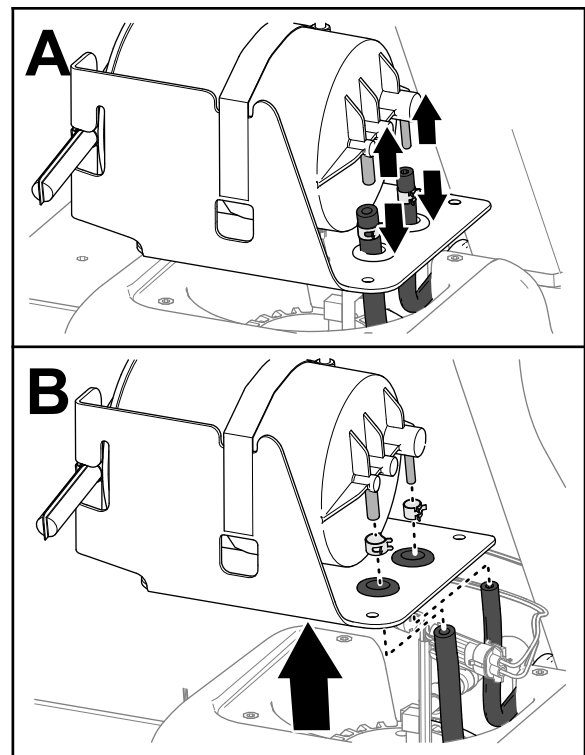

Figure 117
4. Separe las mangueras de los acoplamientos (Figure 117).
5. Retire las abrazaderas de las mangueras (Figure 117).
6. Retire el cartucho de carbón del depósito de combustible (Figure 117).